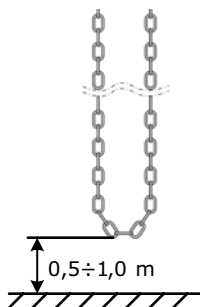

Рисунок 6
- Край цепи аварийного ручного управления в собранном состоянии должен находиться на высоте 0,5–1 м (рис. 6). При необходимости укоротите цепь. Максимальная длина цепи в комплекте поставки привода — 10 м. Если длины цепи недостаточно, то требуется приобрести отдельно цепь требуемой длины.